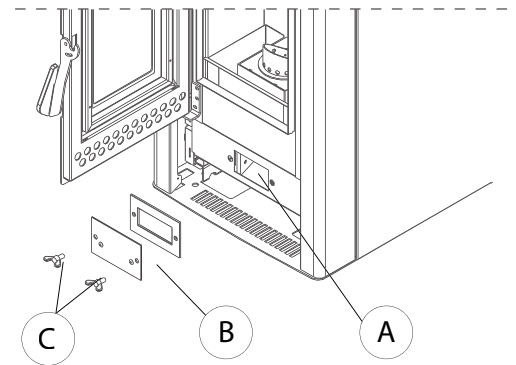

Fig. 6.1.2
- pour accéder facilement caisse des fumées (A) Il suffit de démonter le couvercle (B) en dévissant les deux vis (C) (Fig. 6.1.2).